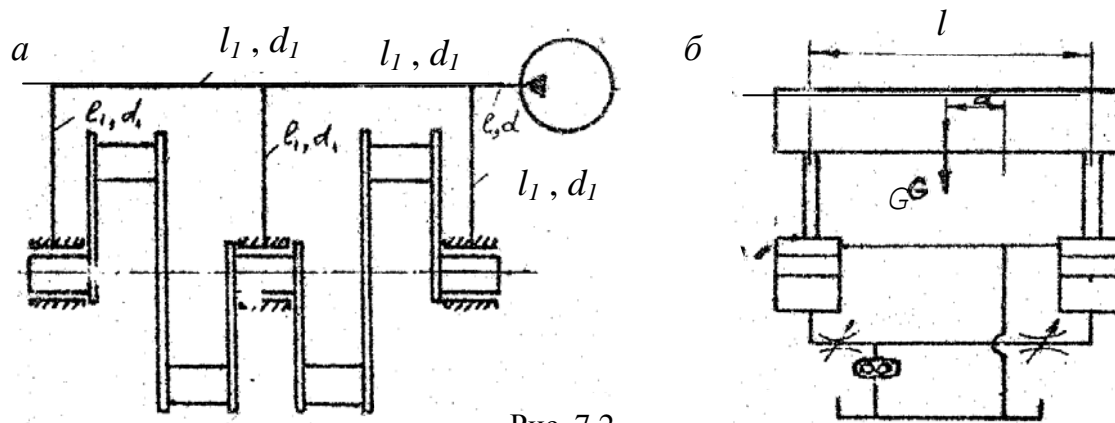

Рис. 7.2.
стеме трубок, состоящей из пяти одинаковых участков, каждый из которых длиной  $l_1 = 0,5$  м и диаметром  $d_1$ . Магистральный маслопровод в системе трубок имеет длину 2 м и диаметр  $d$  (рис.7.2, а).
**Задание 4.** Для подъема груза массой  $G$  со скоростью  $V$  используются два одинаковых параллельно работающих силовых гидроцилиндра диаметром  $D$  (рис.7.2, б). Расстояние между осями гидроцилиндров  $l$ .